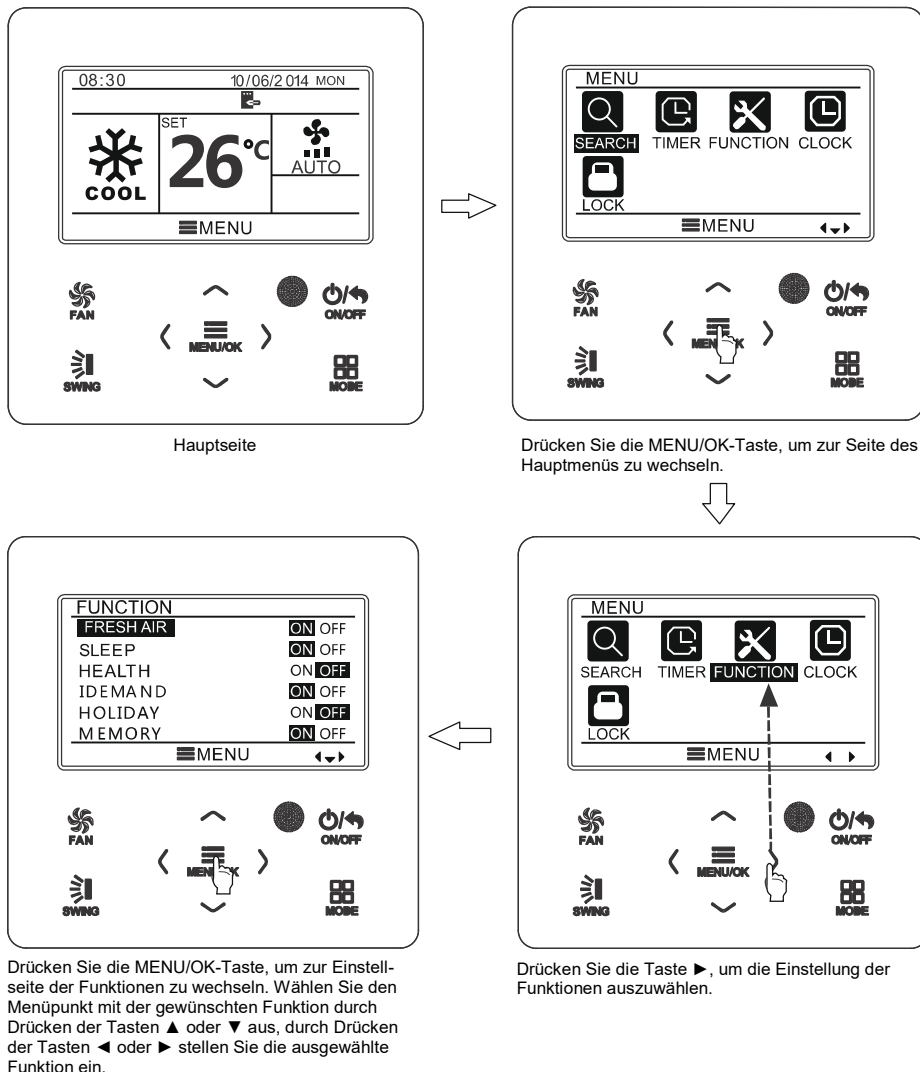

Abb. 8: Funktion einstellen
Drücken Sie während der Anzeige der Hauptseite der Benutzerschnittstelle die MENU/OK-Taste, um auf die Seite des Hauptmenüs zu wechseln. Durch Drücken der Tasten ▲, ▼, ◀ oder ▶ wählen Sie das Symbol für die Funktionseinstellung (FUNCTION) aus. Danach drücken Sie die MENU/OK-Taste, um auf die Seite zum Einstellen der Funktionen durch den Benutzer zu wechseln. Durch Drücken der Tasten ▲ oder ▼ wählen Sie die Option der gewünschten Funktion aus. Durch Drücken der Tasten ◀ oder ▶ schalten Sie die ausgewählte Funktion ein (ON) oder aus (OFF). Menüpunkte der nicht einstellbaren Funktionen werden grau angezeigt. Siehe Abb. 8.